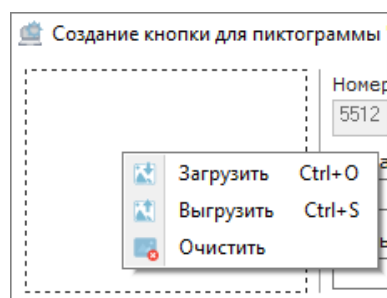

Рисунок 6-507 Контекстное меню области изображения вида пиктограмм
- через контекстное меню области отображения вида пиктограмм (см. Рисунок 6-507). Для вызова контекстного меню кликните по области изображения вида пиктограмм правой клавишей мыши, затем выберите необходимую команду в появившемся контекстном меню;